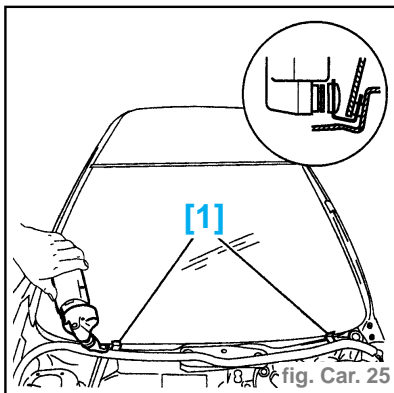

fig. Car. 25
- Positionner les cales [1] (coffret réf. 1347) sous la feuillure du pare-brise (fig. Car. 25).